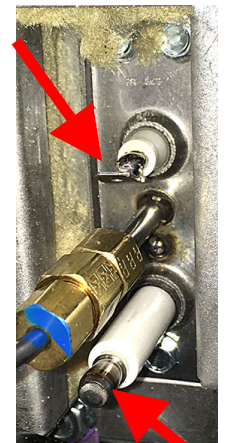

図 24
29. イグナイターアセンブリから白い炎感知ワイヤーとスパークワイヤーを慎重に取り外します (図 24 を参照)。